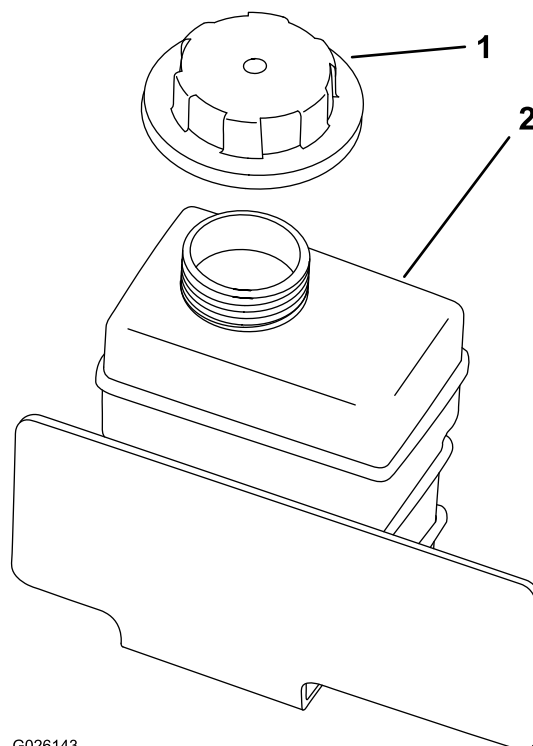

Figure 56
4. Enlevez le bouchon du vase d'expansion (Figure 56).
8. Remplissez lentement le vase d'expansion jusqu'à ce que le niveau atteigne la base du goulot de remplissage (Figure 56).
9. Remettez en place le bouchon du vase d'expansion (Figure 56).